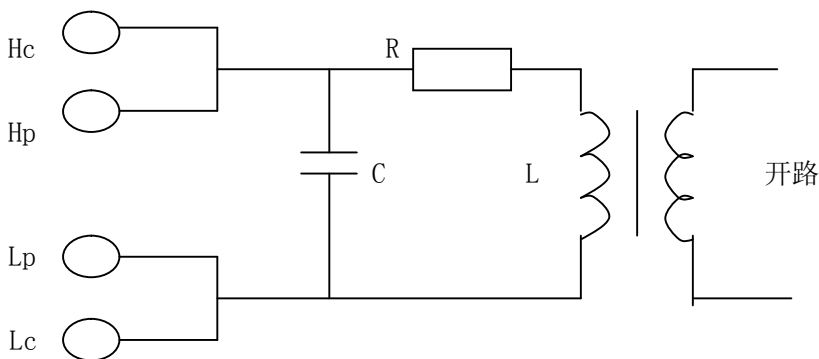
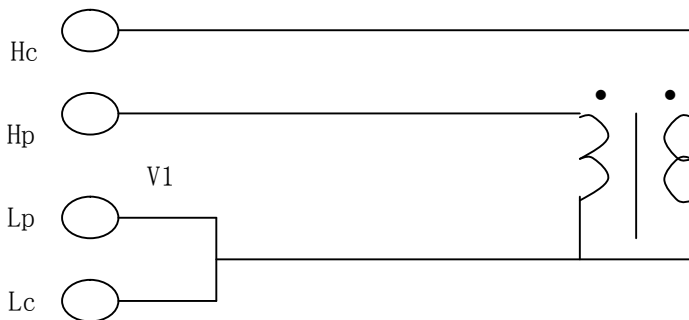

图 5-8 初、次级电感测量
图 5-11 互感量的测量
- **初、次级电感量的测量：**使用图 5-8 的方法，可直接测量初级电感量（L1）和次级电感量（L2），测量参数用 L_s-R_s 还可以同时测等效串连电阻。注意测量时应使其他绕组开路，测量结果包括电容 C 的影响。
- **互感量的测量：**将变压器如图 5-11 连接，测量参数选用 L ，可直接测得互感量，测量时注意同名端的连接。
- **匝比的测量：**本仪器需要通过两步测量才能得到匝比。测量时可打开电压、电流监视 (V_m/I_m)，使显示器显示电压和电流值，首先按照图 5-8 测量初级阻抗，记录下初级电压读数 V_1 及阻抗 Z_1 ，然后 H_c 与 L_c 不动，将 H_p 和 L_p 接至次级测量，见图 5-12，并如图 5-11 一样将初次级在低端联在一起，记下次级电压读数 V_2 及阻抗 Z_2 。